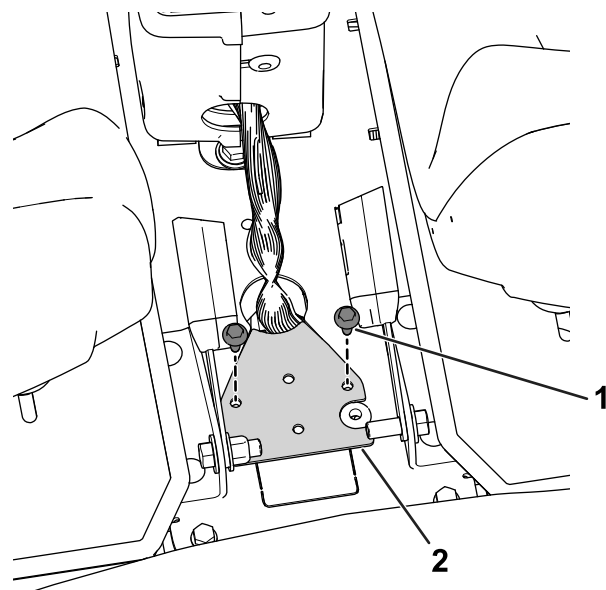

图 29
1. 松开并卸下线束基座上的螺栓然后将线束基座从控制台上取下图 29。